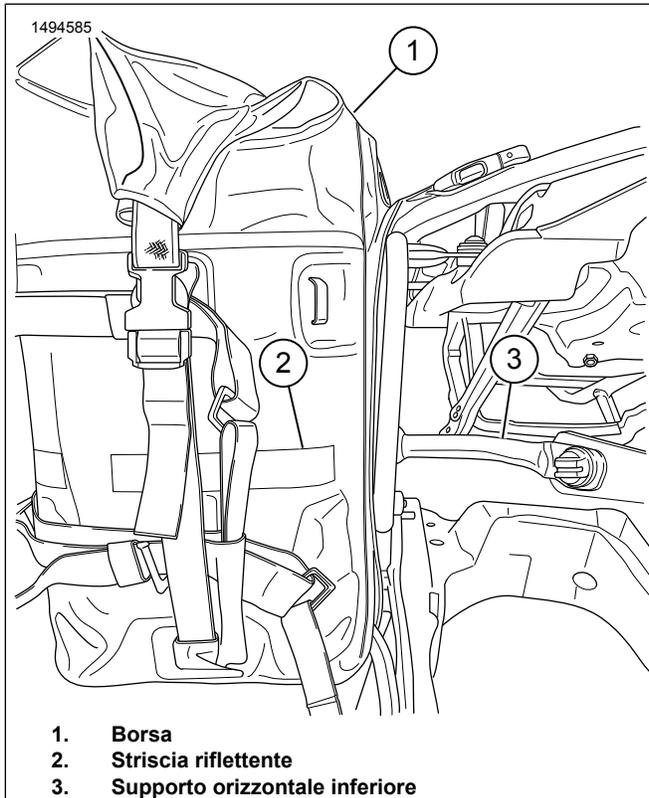

Figura 4. Montare le borse
5. Figura 4 Allineare le strisce rifrangenti (2) della borsa al supporto orizzontale inferiore (3). Regolare le cinghie secondo necessità.